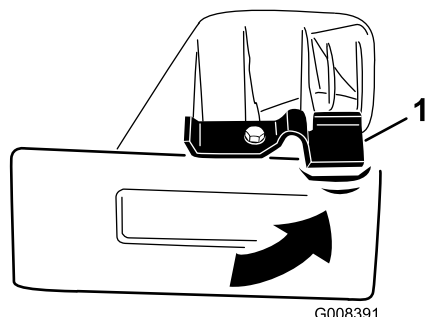

Figure 16
1. Tournez le verrou sur l'obturateur de déchiquetage dans le sens antihoraire en position déverrouillée (Figure 16).